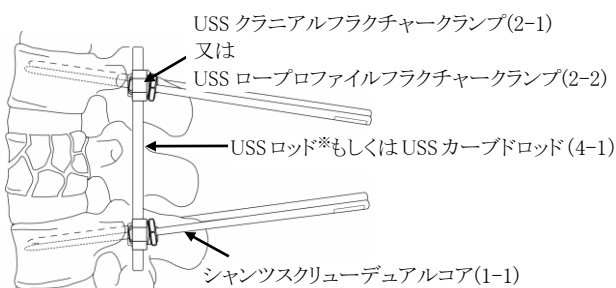

図 1. シャンツスクリューデュアルコア(1-1)の挿入
- 適切なサイズのシャンツスクリュー デュアルコア(1-1)を椎弓根へ挿入した後、予め連結した USS クラニアルフラクチャークランプ(2-1)又は USS ローププロファイルフラクチャークランプ(2-2)と USS ロッド*もしくは USS カーブドロッド(4-1)をシャンツスクリュー挿入孔より挿入し固定する(図 1)。